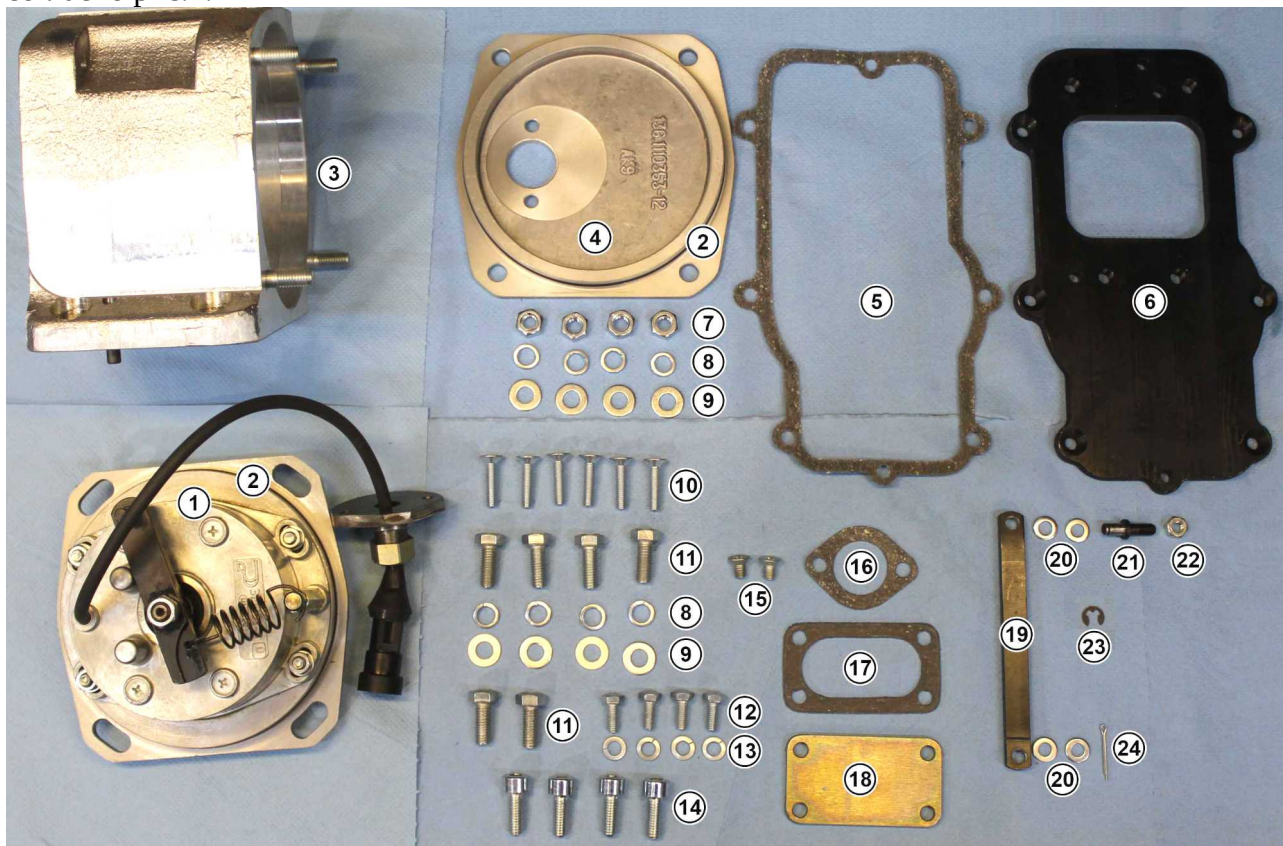

Рис. 1. Монтажные элементы исполнительного механизма.
1. Подготовить монтажные элементы исполнительного механизма по перечню согласно рис.1.
13. При помощи обезжиривателя 9 (рис.1) обезжирить два болта 11. На резьбу болтов нанести резьбовой фиксатор 8. Болты установить в корпус регулятора. Подтеки резьбового фиксатора не допускаются.
14. Обезжирить палец тяги рейки 21 (рис.1) и отверстие в рейке. Установить палец рейки 21 в отверстие тяги рейки как показано ниже, установить шайбу 20, на резьбу нанести резьбовой фиксатор 8.